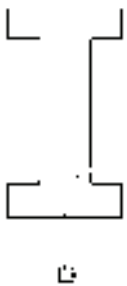

图 11-133 修剪图形
5) 修剪图形。单击“修改”工具栏中的“修剪”按钮, 对图形进行修剪, 结果如图 11-133 所示。